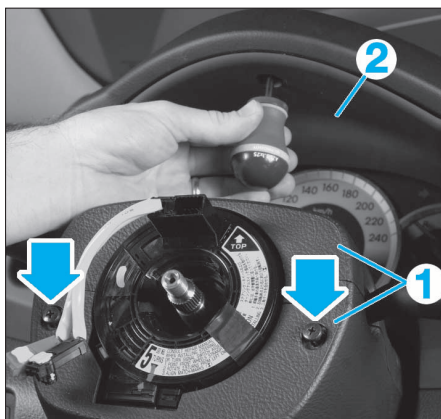

FIG. 2
ainsi que la garniture (2) du combiné d'instruments (fig. 2).